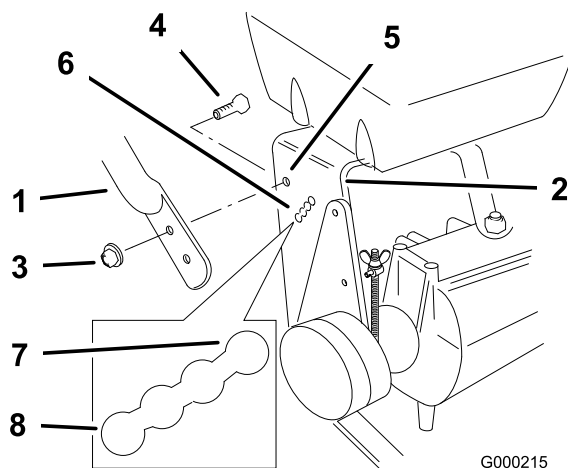

Figure 16
2. Desserrez les boulons à embase supérieurs (3/8 x 1 po) et l'écrou à embase de fixation du guidon au cadre arrière (Figure 16).
3. Enlevez les boulons à embase inférieurs (3/8 x 1 po) et les écrous à embase de fixation du guidon au cadre arrière (Figure 16).